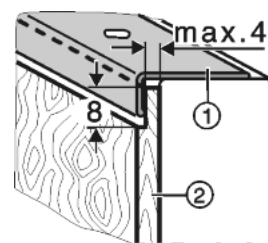

Fig. 38
- Silnější dekorační desky Fig. 38 (2) podle obrázku odstupňujte na maximální tloušťku 4 mm.